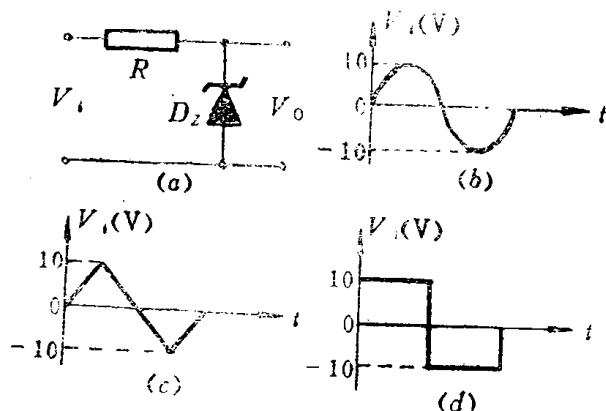

图1-15
1.20 在图1-15(a) 所示稳压二极管电路中，已知 $R = 1\text{k}\Omega$ ， V_i 的波形如 (b)、(c)、(d) 所示， $V_z = 6\text{V}$ ，分别画出对应于 (b)、(c)、(d) 输入电压波形的输出电压波形。